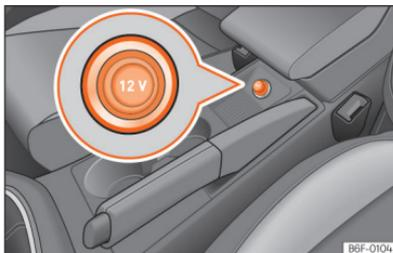

Fig. 133 Tomada de corrente de 12 Volts do veículo.
- Retire a tampa da tomada de corrente situada na consola central »» Fig. 133.